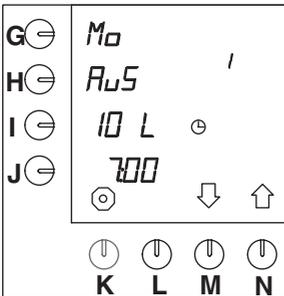

Abb. 44 Vorprogrammierte Einstellung (nicht aktiv)
Es gibt vierzehn vorprogrammierte "Zeiteinstellungen" für alle Wochentage. Diese Zeiteinstellungen werden erst wirklich aktiv und im Benutzerbetrieb sichtbar, nachdem sie über das untenstehende Verfahren aktiviert wurden. Alle Einstellungen können wunschgemäß eingestellt werden. Die vierzehn Einstellungen stehen serienmäßig auf (Abb.44):
- Drücken Sie auf die Wahl taste (N.) \uparrow , bis Abb.44 im Display erscheint.